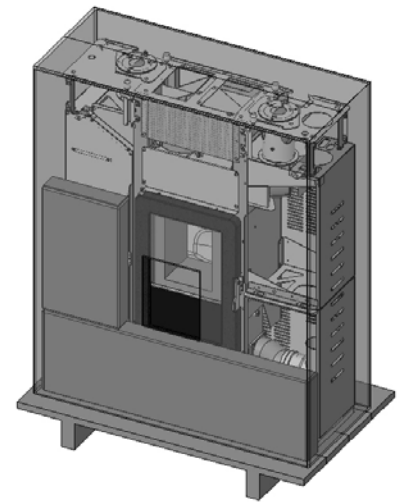
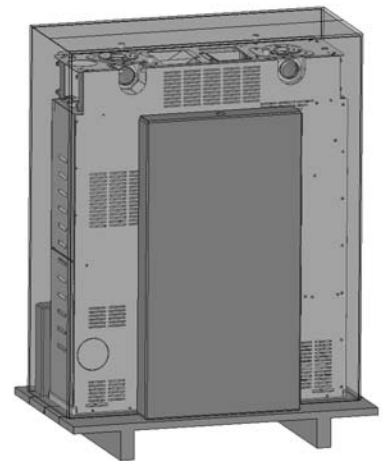

Figure 1 – Emballage du poêle (vue de face)
Figure 2 – Emballage poêle (vue postérieure)
- ✓ Le premier contient le poêle (fig. 1)
- ✓ Le deuxième contient le panneau frontal en acier peint (2 pièces) (fig. 2)
Les emballages contenant les grilles et la partie supérieure sont tous deux insérés dans le carton du poêle (fig. 1) ; l'emballage contenant les panneaux frontaux est séparé (fig. 2) du carton du poêle.